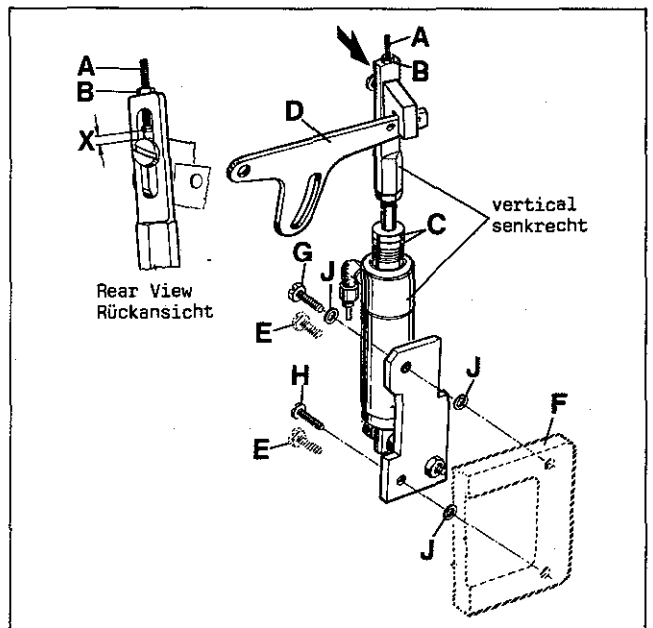

Fig.46
Assemble the pneumatic presser foot lifter, supplied with the sewing table, to the sewing machine (see Fig. 46). For this remove two hex. head screws (E) from the support bracket (F) for the thread trimmer drive. Mount the presser foot lifter with the two screws (G and H, Fig. 46) and three washers (J) so that the air cylinder with strap is vertical (standard setting). Complete the tube connections, see Fig.3
Bauen Sie den mit dem Nähstisch gelieferten pneumatischen Drückfußlifter an die Nähmaschine (siehe Fig. 46). Dazu müssen zwei Sechskantschrauben (E) aus dem Lagerbock (F) für den Fadenabschneider-Antrieb entfernt werden.
Montieren Sie den Drückfußlifter mit den zwei Schrauben (G und H, Fig. 46) und den drei Scheiben (J) so, daß der Luftzylinder mit Lasche senkrecht steht (Standardeinstellung). Stellen Sie die Schlauchverbindungen her, siehe Fig. 3.
With adjusting screw (A, Fig. 46) the presser foot lifting can be changed. Loosen lock nut (B) and turn adjusting screw (A) down to increase the presser foot lifting or up to decrease it. Retighten lock nut (B).
The end play (X, Fig. 46) of presser foot lifter lever (D) should be at least 1 mm (3/64 in.) before the presser foot starts lifting.
Mit der Einstellschraube (A, Fig. 46) kann das Anheben des Drückerfußes verändert werden. Lösen Sie die Feststellmutter (B) und drehen Sie die Einstellschraube (A) nach unten um das Anheben des Drückerfußes zu vergrößern oder nach oben, um es zu verkleinern. Ziehen Sie die Feststellmutter (B) wieder an.
Der Ausbau eines oder beider Anschlagringe (C) ist erforderlich, wenn der Drückerfuß mehr als 2 mm angehoben wird. Das Spiel (X, Fig. 46) des Drückerfußlifterhebels (D) muß mindestens 1 mm betragen bevor der Drückerfuß anzuheben beginnt.